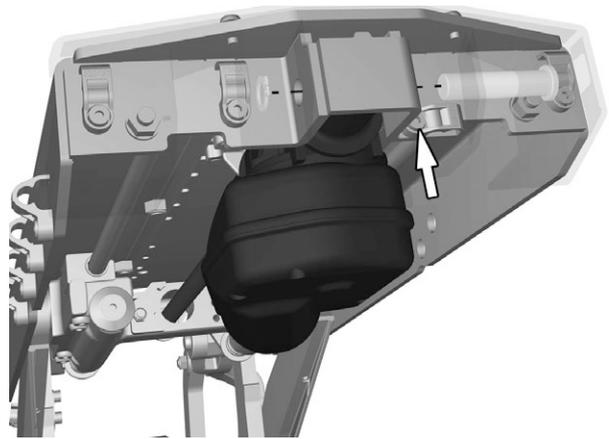

Abbildung 107. Das hintere Ende der Stellvorrichtung mit Achse und Sicherungsring montieren.
5. Kabel mit dem Kabelanschluss anschließen Kabelhalterung mit der Schraube montieren. Siehe Abbildung. 107.
6. Das hintere Ende der Stellvorrichtung mit Achse und Sicherungsring montieren. Siehe Abbildung. 107.